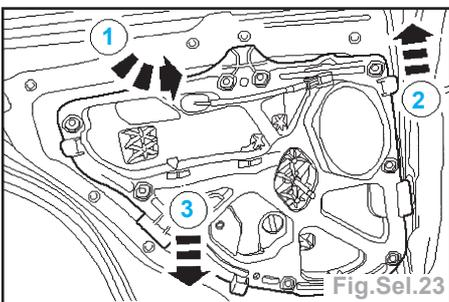

Fig.Sel.23
- Déposer le panneau intérieur de porte arrière (Fig.Sel.23) :